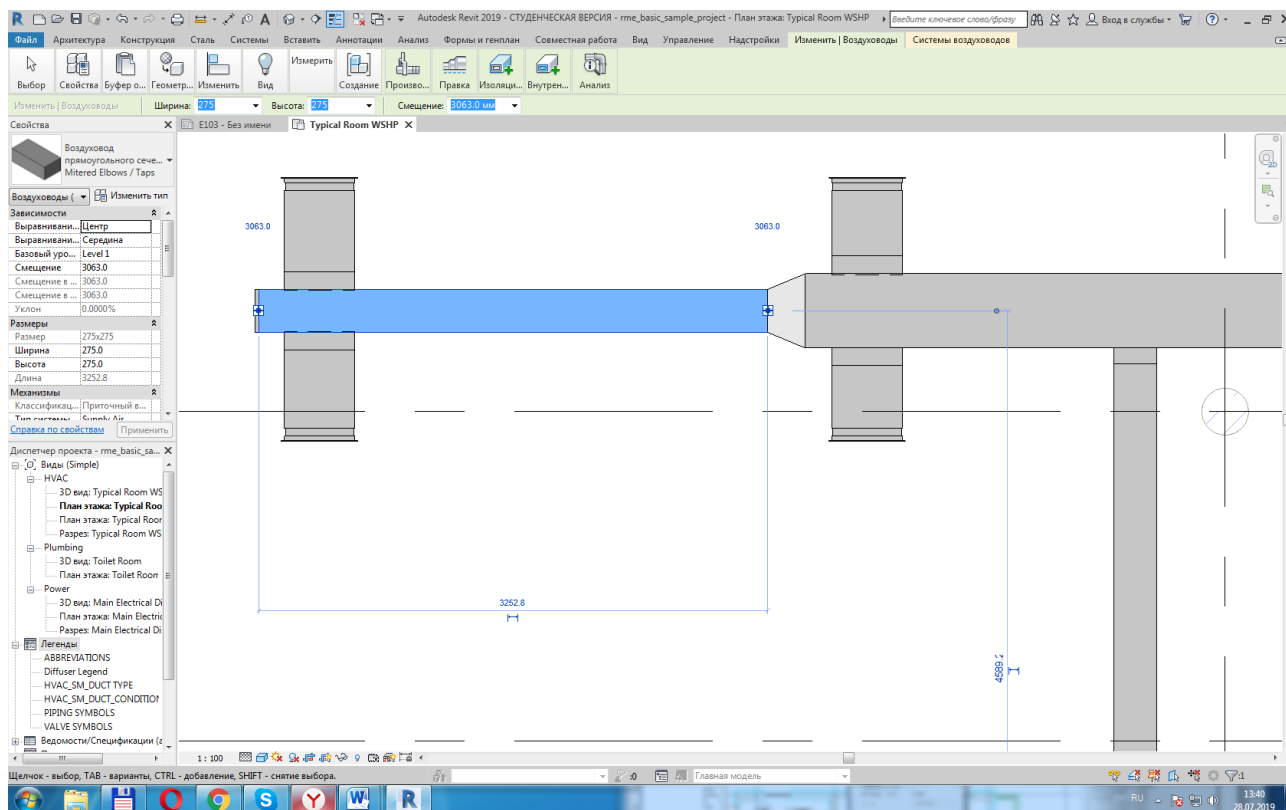

Рисунок 4.19. Отображение уровней и длин, обозначение соединителей  и элементов  изменения типа размера
3. Элемент с символом  позволяет перетаскивать сегмент воздуховода и обеспечивает доступ к контекстному меню, открываемому щелчком правой кнопкой мыши (рис. 4.19).